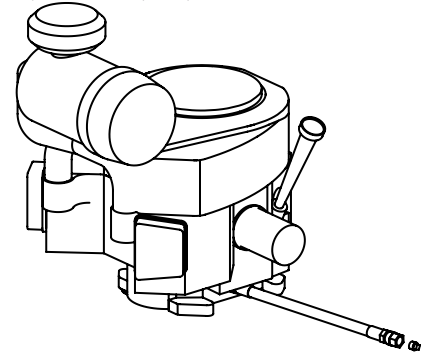

Figura 10
2. Ubique la manguera de drenaje de aceite del motor. Consulte la Figura 10.
4. Mientras sostiene el extremo libre de la manguera de drenaje de aceite sobre el recipiente de recolección de aceite, desenrosque el tapón de la manguera del extremo de la manguera. Consulte la Figura 10. Drene el aceite del motor dentro del recipiente.